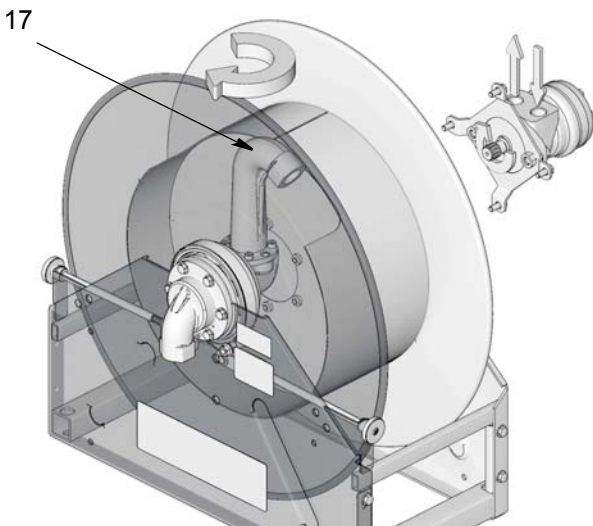

FIG. 25
- b. Gire la salida (17) 180°, como se muestra en FIG. 25.